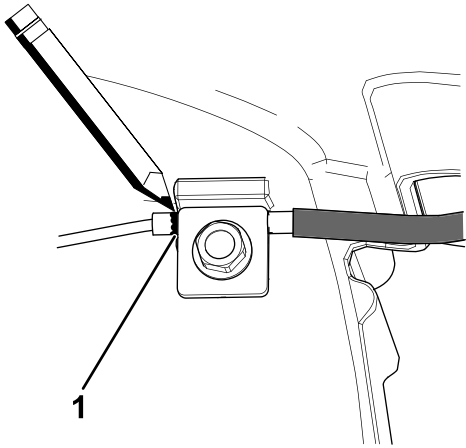
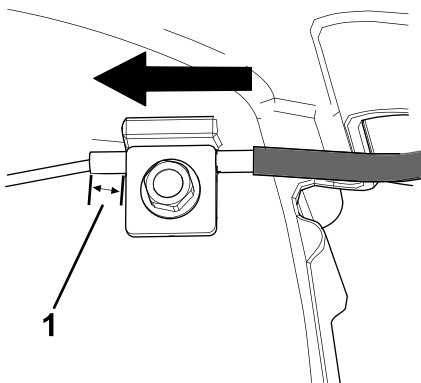

Figure 33
Figure 34
- Faites une marque sur le câble de frein (Figure 33), puis réglez la gaine jusqu'à obtenir un mou d'environ 8 mm (5/16 po) (Figure 34).